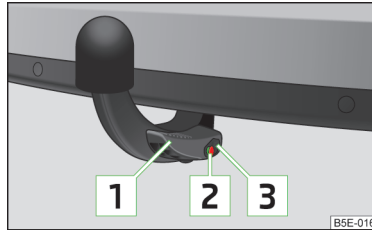

Abb. 158 Ordnungsgemäß befestigte Kugelstange
Ordnungsgemäß befestigte Kugelstange » Abb. 158
- ✓ Der Bedienungshebel **1** befindet sich ganz oben » Abb. 158.